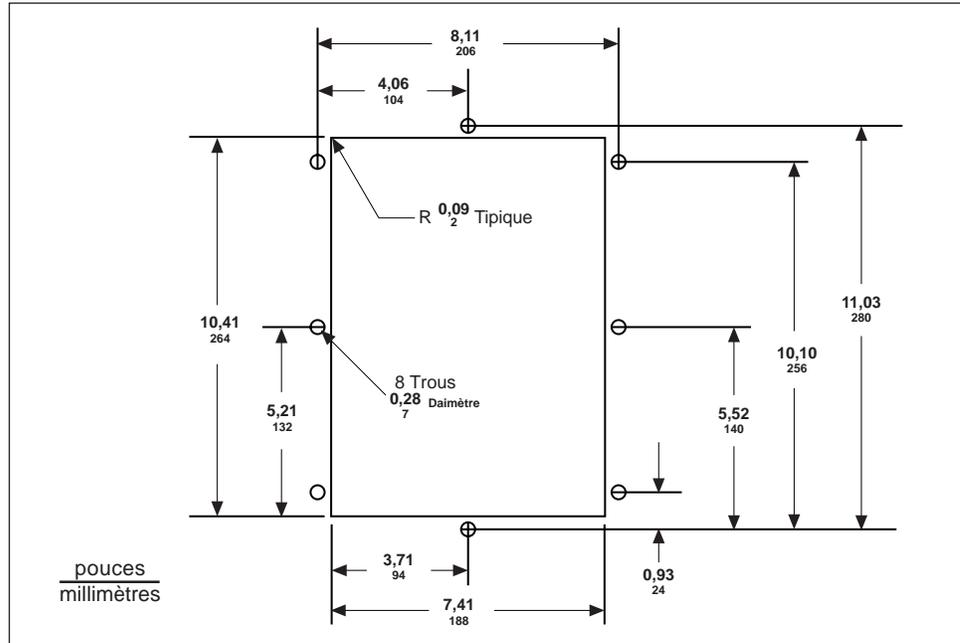

Figure 3-2 : Préparation du panneau
1. Préparer l'ouverture et les trous de montage. Consulter la figure 3-2 pour les dimensions exactes.